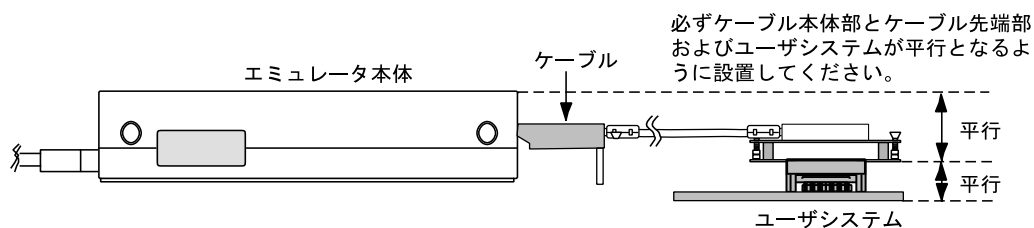

図11 設置例
- (1) ユーザシステムへの接続時には1ピン位置に十分注意して、誤接続は絶対にしないでください。
- (2) 本ユーザシステムインタフェースケーブルを使用する場合の推奨マウントパッド寸法は、MCU 実装用マウントパッド寸法とは異なりますので注意してください。
- (3) 本ユーザシステムインタフェースケーブルは、HS2556EPI61H エミュレータ専用ですので、他のエミュレータ本体には使用しないでください。
- (4) ケーブル本体部が断線する可能性がありますので、本ユーザシステムインタフェースケーブルの上に重いものや金属等の角の尖ったものを置かないでください。
- (5) ユーザシステムに接続した状態では、ユーザシステムインタフェースケーブル、特にケーブル先端部に無理な力が加わらないように注意する必要があります。図11の設置例を参照してご使用ください。